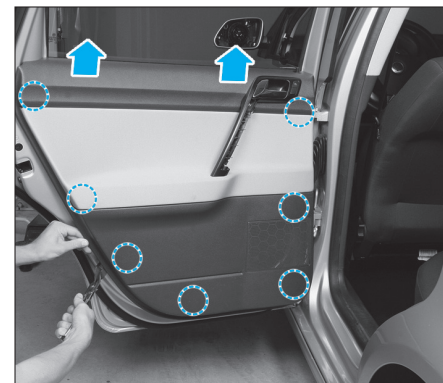

Fig. 69
- A l'aide d'une pince à dégraffer, dégraffer la garniture de porte arrière aux endroits indiqués (Fig.69).